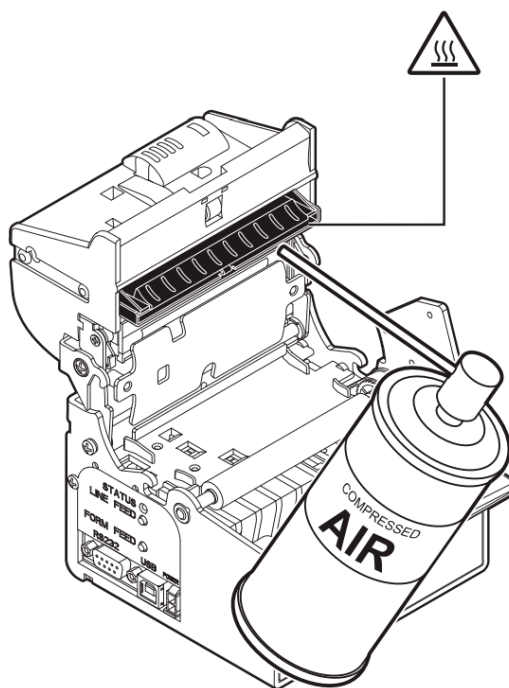

Рисунок 36. Очистка резака принтера (окрашен черным цветом на рисунке)
3. Очистка резака принтера сжатым воздухом (см. рис. 36). Для очистки не используйте спирт, растворители или жесткие щетки. Не допускайте попадания воды или других жидкостей внутрь принтера.